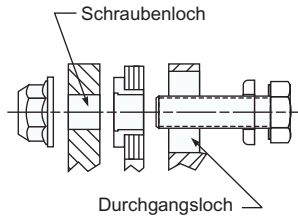

Abbildung 11 – Baugruppe aus Schraube, Unterlegscheibe und Tpack-Lamellenpaket
- 9.5. Bringen Sie eine lose Unterlegscheibe auf eine Schraube auf, wobei die flache Seite der Scheibe zum Sechskantkopf der Schraube weist. Dadurch wird die gewölbte Seite der Unterlegscheibe ordnungsgemäß gegen das Lamellenpaket positioniert, siehe Abbildung 11.